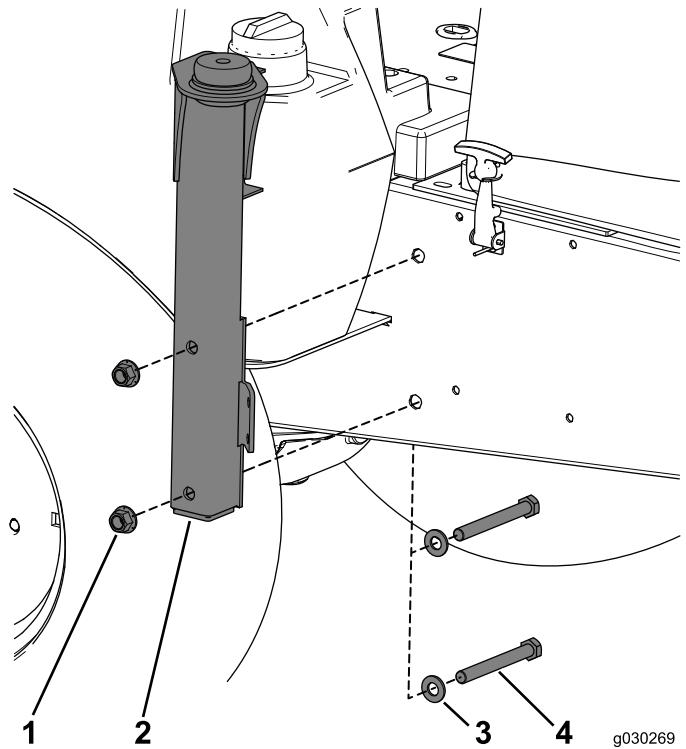

Figura 19
- Fixe a montagem esquerda à máquina utilizando 2 parafusos (1/2 x 4-1/2 pol.), 2 anilhas pequenas e 2 porcas de bloqueio (Figura 19).